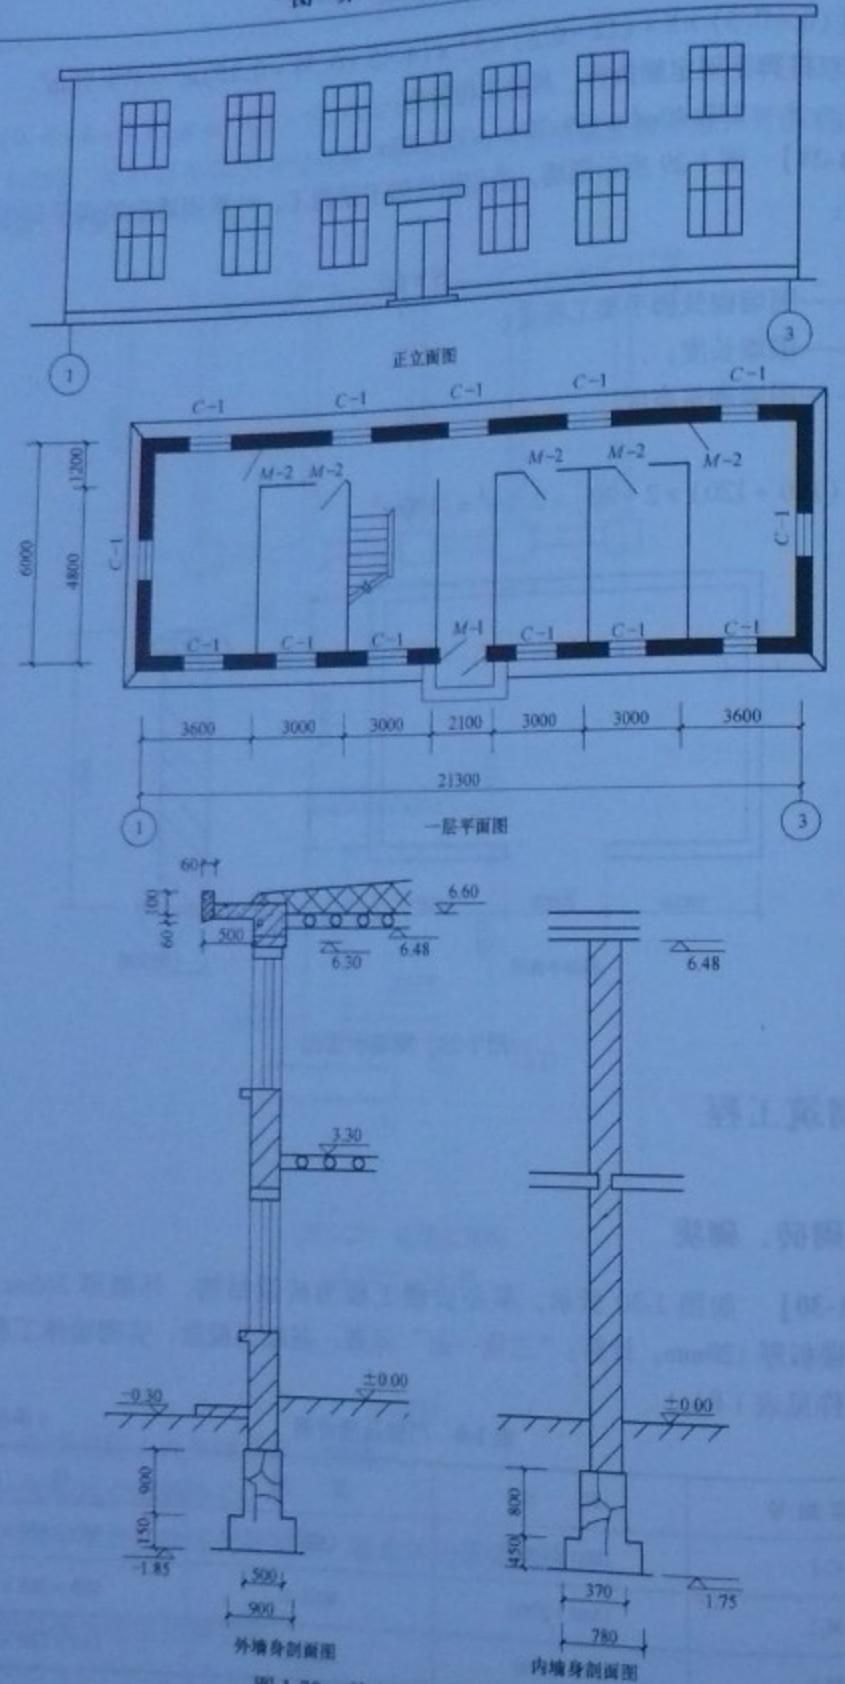

图 1-30 某办公室工程示意图
**【例 1-30】** 如图 1-30 所示, 某办公楼工程为砖混结构, 外墙厚 365mm, 内墙厚 240mm, 楼板厚 120mm, 计算: “三线一面”基数; 基础工程量; 实砌墙体工程量 (门窗及墙体埋件见表 1-8)。